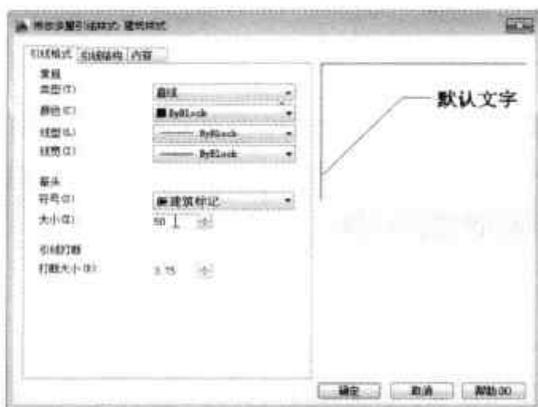

图9-67 设置箭头样式
Step 03 在“修改多重引线样式”对话框的“引线格式”选项卡中，将箭头符号设为“建筑标记”将其“大小”设为“50”，如图9-67所示。